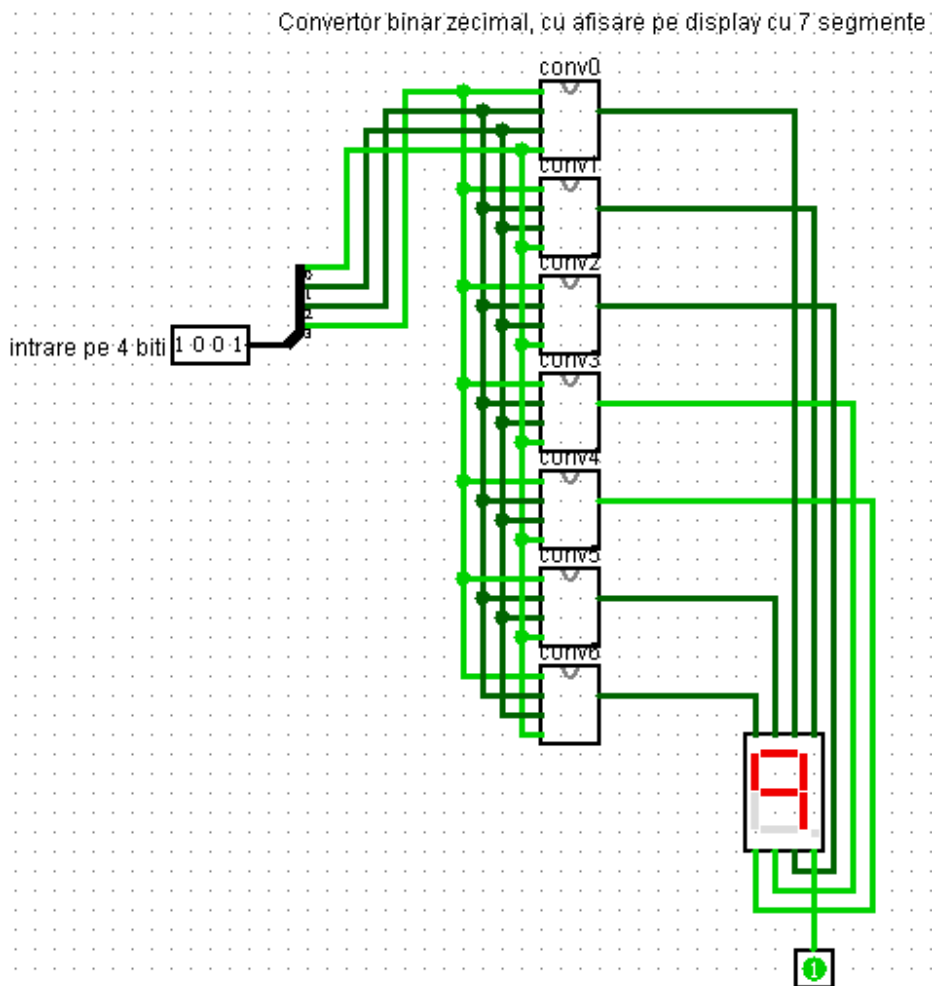
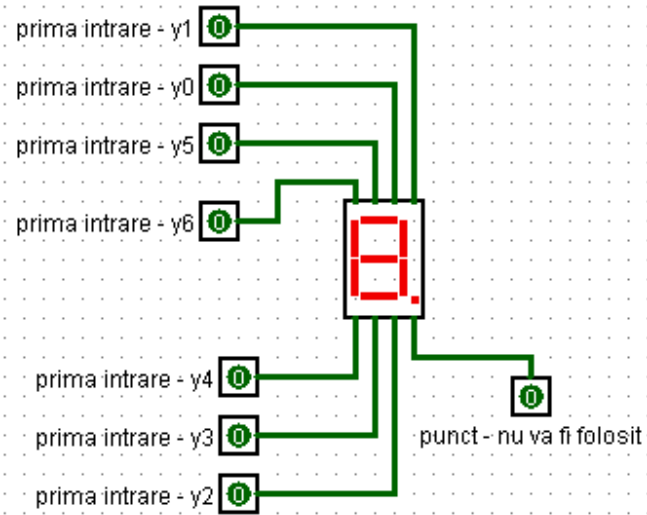

Figura 15 – Instanțierea celor 7 module și interconectarea lor.
Figura 16 – Ordinea intrărilor în afișorul cu 7 segmente.
**Ajutor pentru exercițiul 1.** Cele 7 module se vor instanția în modulul main, ca în figura 15. Se va introduce o intrare pe 4 biți, un splitter cu 4 fire și se vor interconecta cu intrările în cele 7 module. Ieșirile modulelor se vor lega la afișorul cu șapte segmente, după ordinea evidențiată în figura 16.